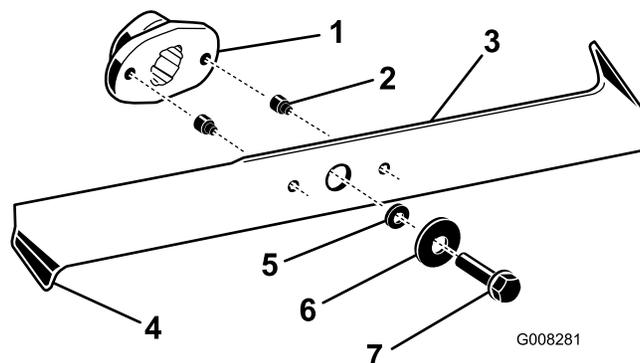

Figura 41
2. Inspeccione los filos de corte (Figura 41). Si los bordes no están afilados o tienen mellas, retire las cuchillas y afílelas; consulte Cómo afilar las cuchillas.
3. Inspeccione las cuchillas, especialmente los extremos inclinados (Figura 41). Si observa cualquier daño o desgaste en esta zona, instale inmediatamente cuchillas nuevas.
4. Si los pasadores de seguridad están rotos, sustitúyalos inmediatamente (Figura 41).
3. Retire los pernos, las arandelas y las cuchillas (Figura 41). Inserte un bloque de madera entre cada cuchilla y el cortacésped para bloquear la cuchilla mientras se retira cada perno.
1. Instale las cuchillas, las arandelas y los pernos (Figura 41).